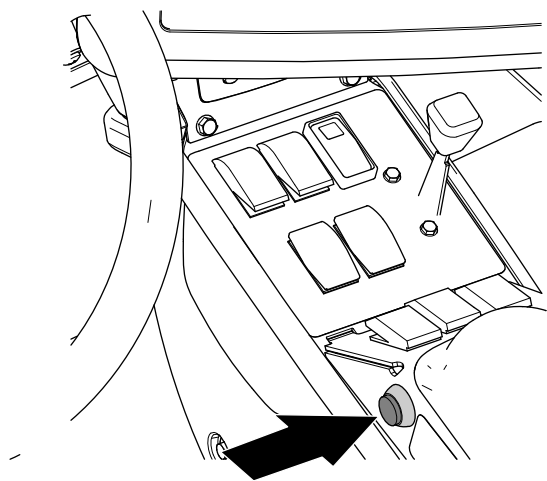

Figura 163
7. En la máquina, mueva el interruptor de sección maestro a la posición de ACTIVADO (Figura 163).